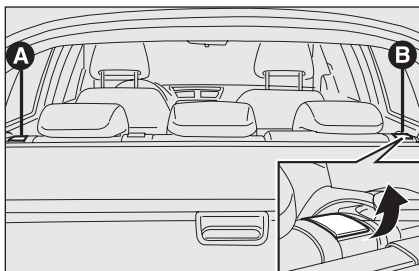

рис. 98
- поднимите ручку **A** или **B** – рис. 98, чтобы отстегнуть, соответственно, левую или правую часть спинки, и затем уложите спинку на подушку
- поднимите ручки **A** и **B** – **рис. 98**, чтобы освободить спинки и уложить их на подушку.